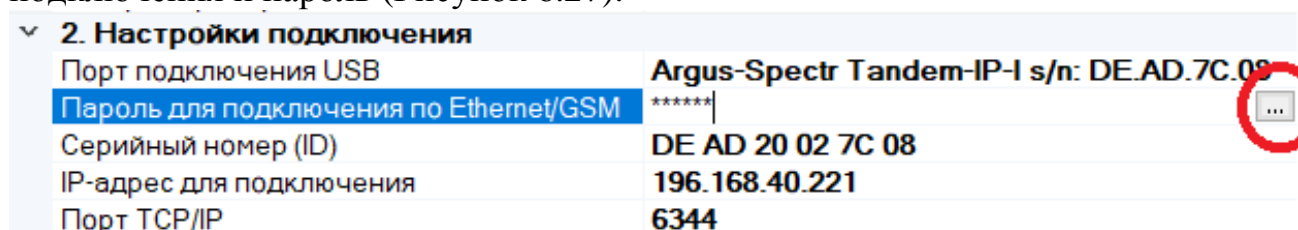

Рисунок 6.27
- В разделе "Настройка подключения" необходимо указать IP-адрес, порт подключения и пароль (Рисунок 6.27).